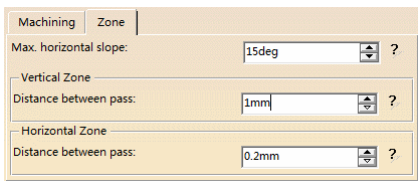

图 3-235 “Zone”选项卡（4）
- 在“Zone”选项卡（4）的“Max. horizontal slope”文本框中输入“15deg”，在“Distance between pass”文本框中输入“1mm”，如图 3-235 所示。